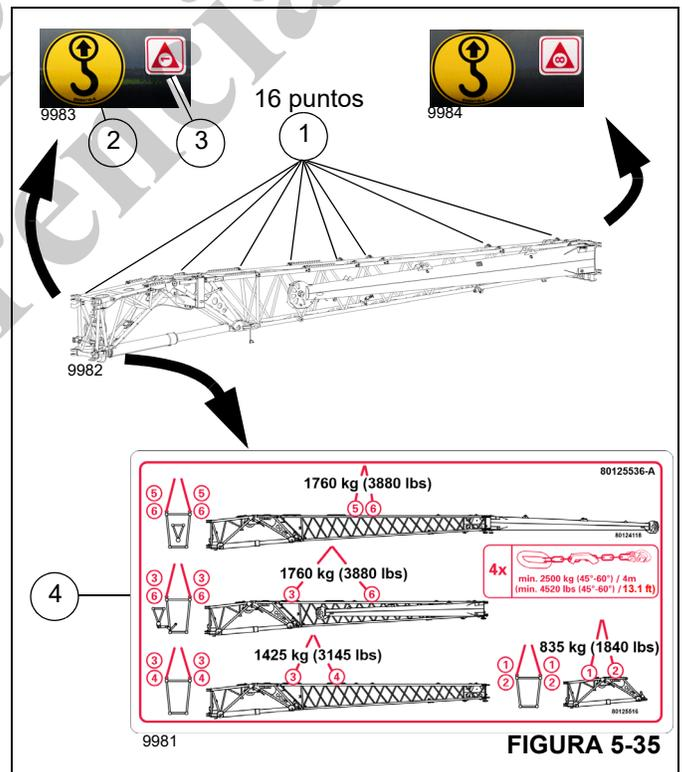

FIGURA 5-35
La sección de la base de la extensión de la pluma tiene ocho puntos de sujeción a cada lado (16 en total) (1, Figura 5-35). Las etiquetas muestran los puntos de unión (2). Las etiquetas de puntos de sujeción están numeradas del 1 al 8 (3). La etiqueta de transporte y elevación (4) muestra las diferentes configuraciones de elevación soportadas: